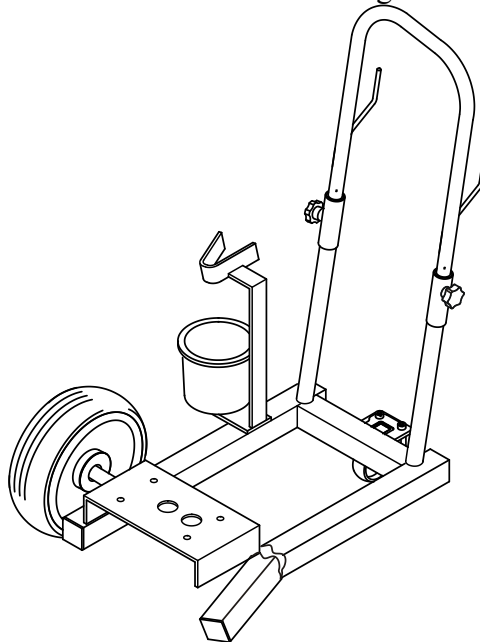

Abb.13
- 2 Prüfen Sie, ob die gesamte Ware während des Transports beschädigt wurde. **n**Wie man es benutzt **NIE** Pumpe auch mit teilweise beschädigten Elementen (Abb.13).